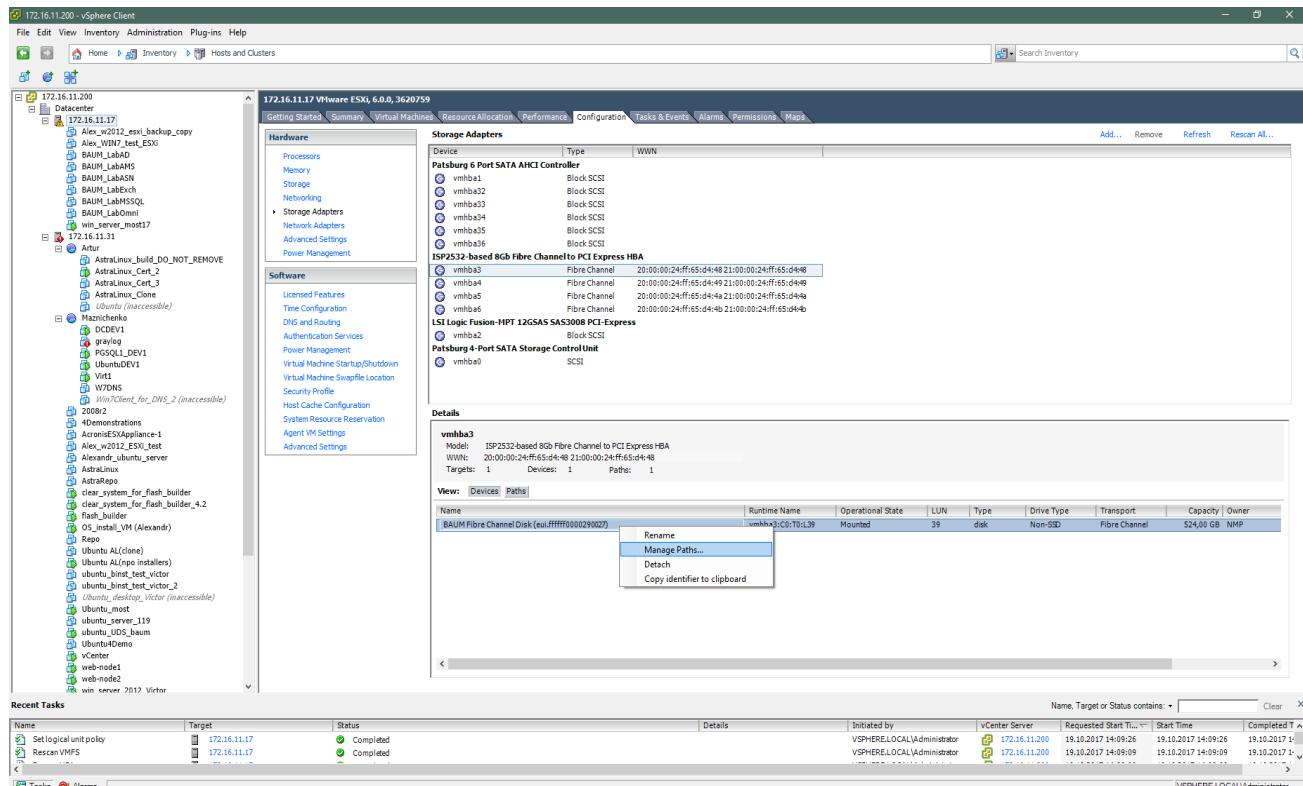

Рисунок 153. FC Configuration
4. Нажмите на правую клавишу мыши на девайсе и выберите «**Manage Paths...**» (см. Рисунок 153).